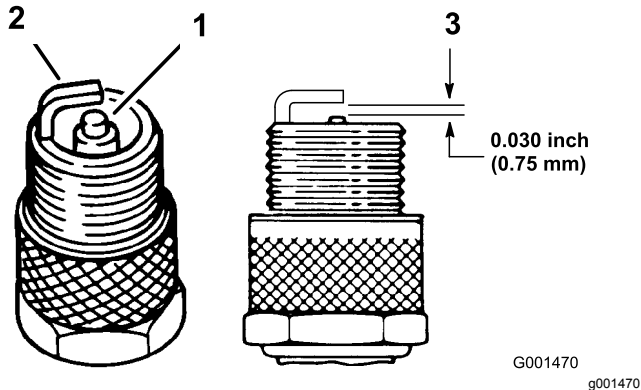

Bild 24
1. Sehen Sie sich die Mitte der Zündkerzen an (Bild 24). Wenn der Kerzenstein hellbraun oder grau ist, ist der Motor richtig eingestellt. Eine schwarze Schicht am Kerzenstein weist normalerweise auf einen schmutzigen Luftfilter hin.
2. Prüfen Sie den Abstand zwischen den mittleren und seitlichen Elektroden (Bild 24). Verbiegen Sie die seitliche Elektrode (Bild 24), wenn der Abstand nicht stimmt.
3. Schließen Sie den Zündkerzenstecker an die Zündkerzen an (Bild 24).